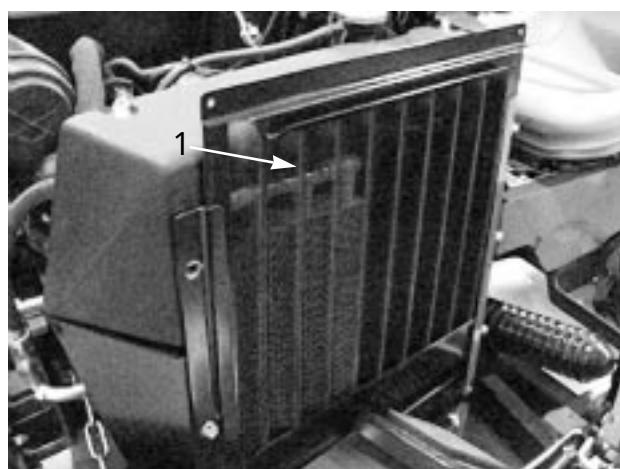

図23
1. ラジエター（図24）スクリーン（図23）オイル・クーラ（図24）に付いているホコリを取る。この部分は毎日の点検清掃が必要、ホコリの多い環境では数時間おきに点検する。清掃要領については40ページを参照のこと。